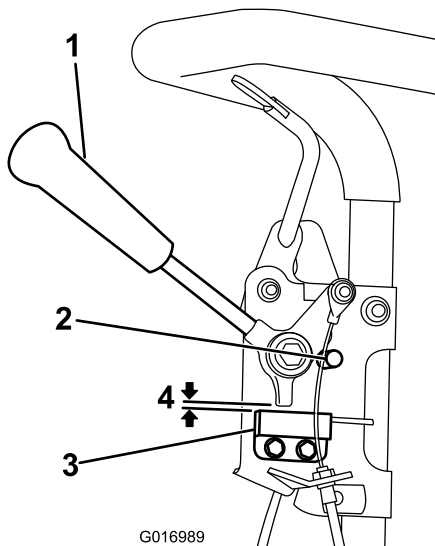

Figura 29
1. Certifique-se de que o motor está desligado e que a alavanca de tracção está desengatada e colocada na paragem neutra (Figura 29).
2. Desaperte as juntas de montagem do interruptor de segurança (Figura 29).
3. Coloque uma cunha de 0,8 mm entre a alavanca de tracção e o interruptor de segurança (Figura 29).